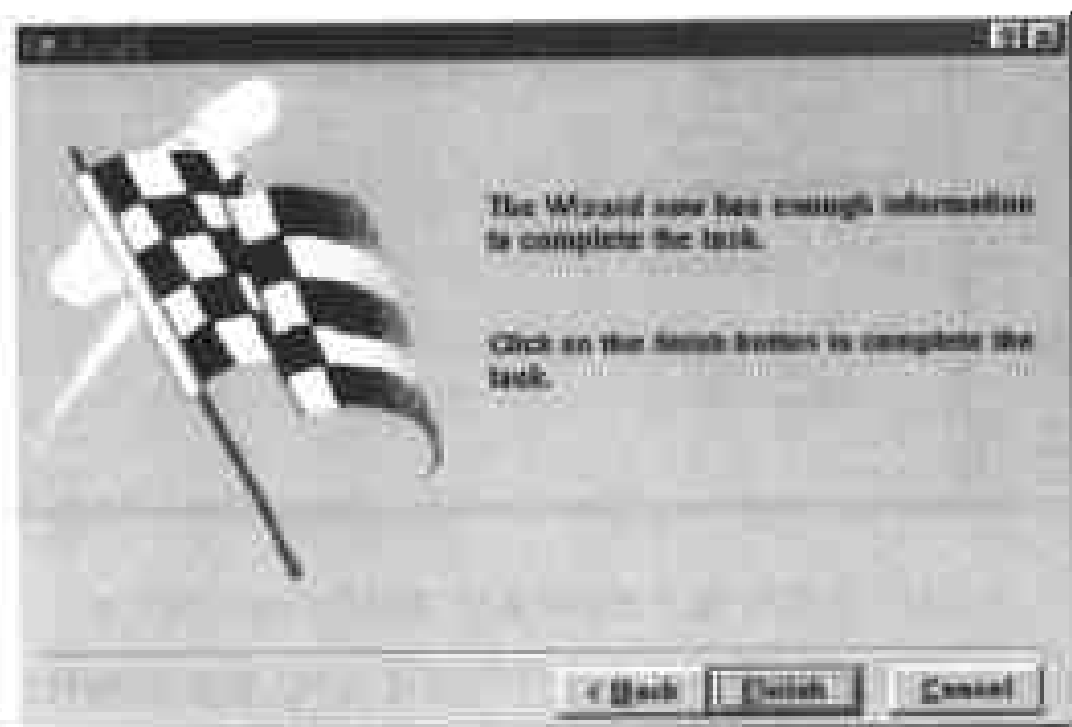

图 5-10 生成元件列表的对话框
(8) 本例中为了说明各种格式的元件列表,将 3 个复选框全部选中,单击 Next 命令按钮,进入下一步操作,打开如图 5-10 所示的对话框。在此对话框底部单击 Finish 命令按钮,